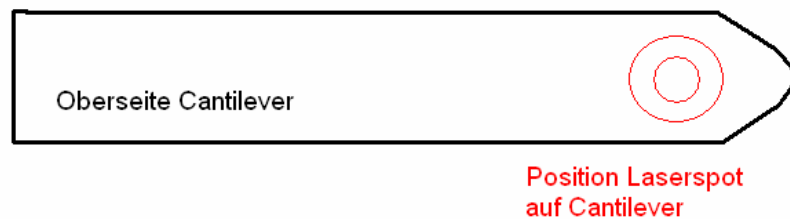

Abbildung 5: Position der Glasfaser auf Cantilever
- iv) Positionieren Sie die Glasfaser anhand des Beugungsbildes mittig über der Spitze des Cantilevers (soweit zurück von der Spitze, bis das Beugungsbild im „geraden“ Bereich des Cantilevers ist, wie in Abbildung 5 veranschaulicht).